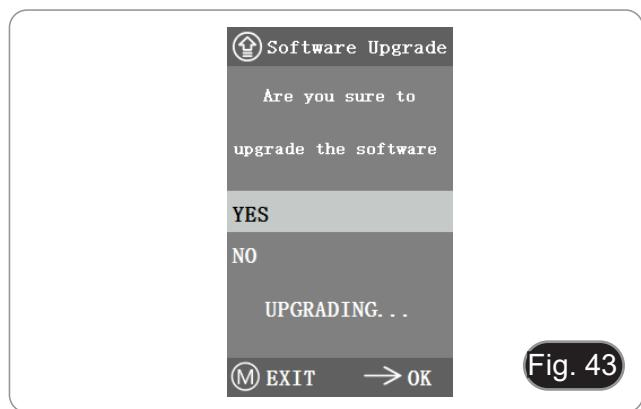

Fig. 43
1. Seleccionar “Sí” para actualizar, y aparecerá el siguiente mensaje: “UPGRADING...” mientras se actualiza el sistema. (Fig. 43)